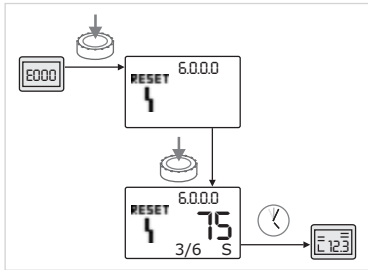

Fig. 55: Acquittement du défaut de type B (X < Y)
- Si l'occurrence actuelle du défaut est inférieure à l'occurrence maximale (fig. 55) :